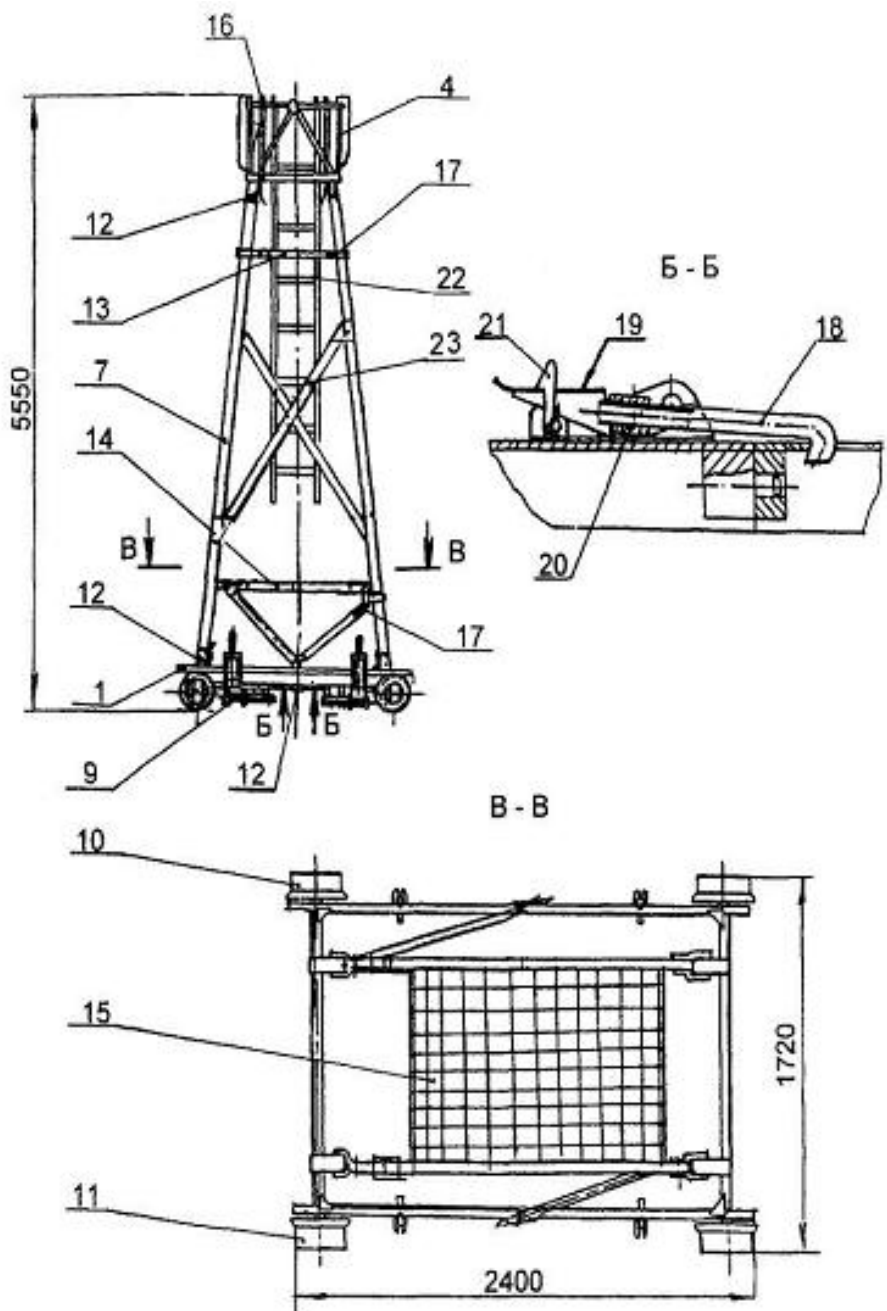

Рис. 2
1.2 Лестница стеклопластиковая трехметровая поз. 22 входит в комплект поставки изделия (см. рис. 2).
4.1 Вышка поставляется потребителю из следующих отдельных сборочных узлов (см. рис. 2).
5.3 Произвести контроль расстояния между ребордами колес согласно рис. 2 и контроль шаблоном профиля колес.